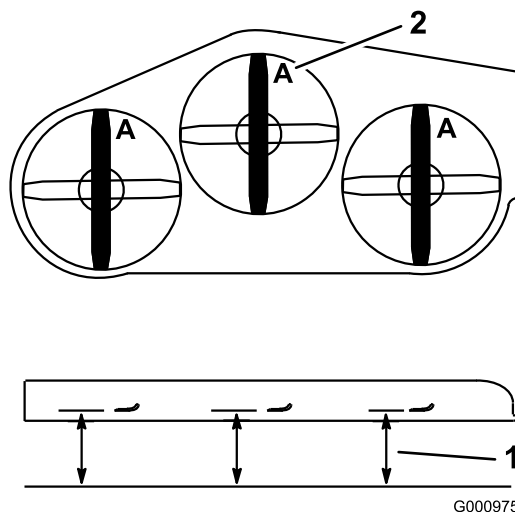

Figura 77
4. Misurate da un piano orizzontale fino al tagliente delle lame, posizione A, (Figura 77).